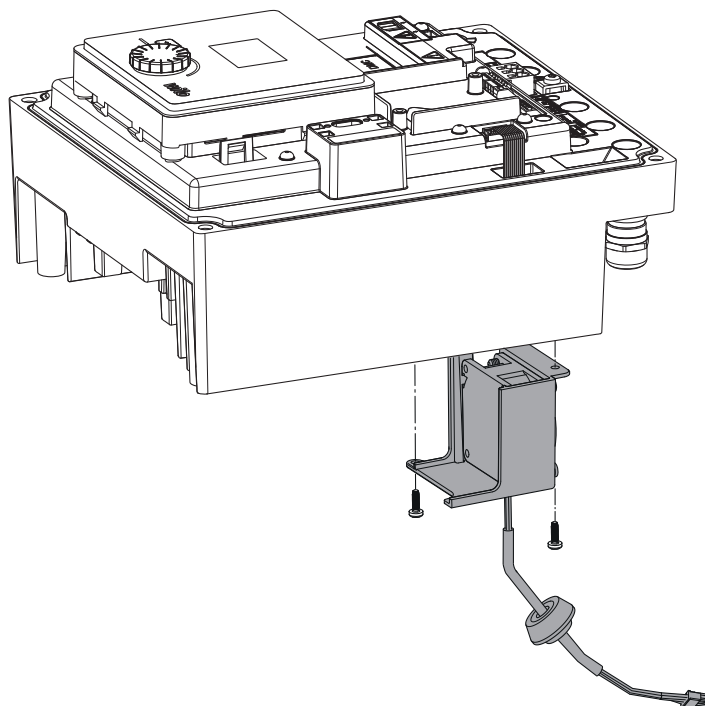

Fig. 48: Снятие вентилятора модуля вместе с кабелем и резиновым уплотнением
- Снять вентилятор модуля и отсоединить кабель с резиновым уплотнением от нижней части модуля (Fig. 48).